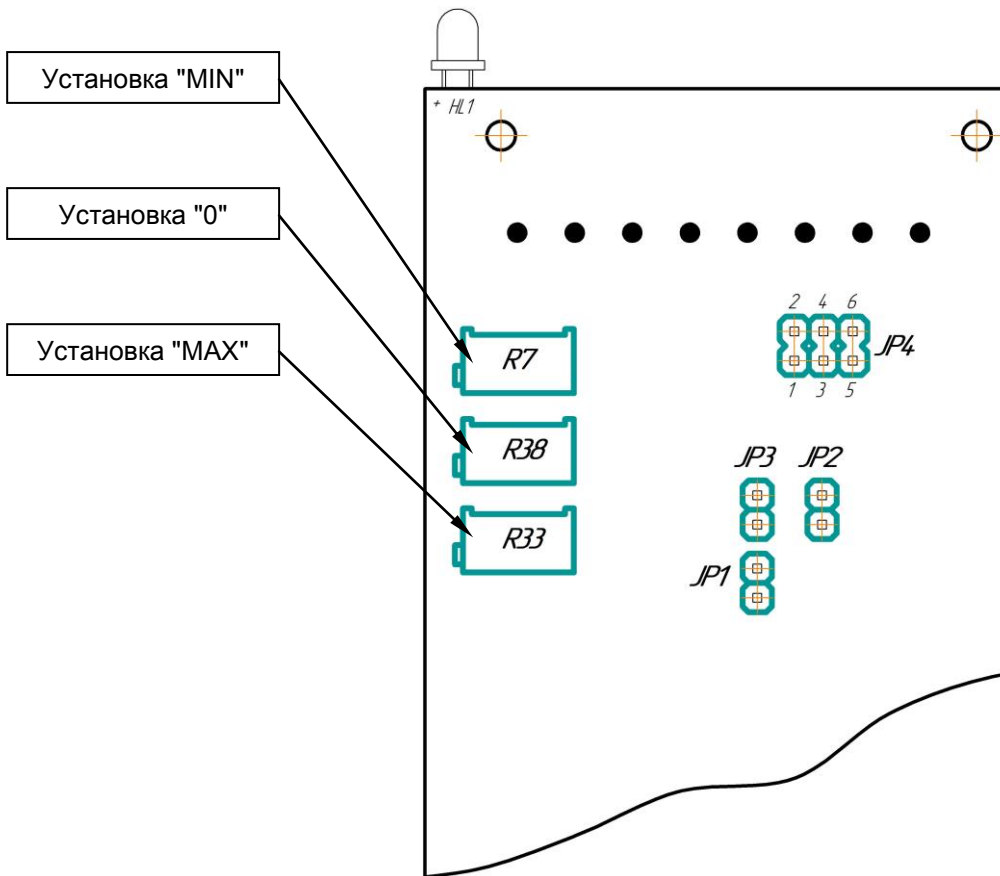

Рисунок 5.1 – Схема расположения органов регулирования и элементов перестройки ППМ-2
5.2.2.1 Установите при помощи перемычки JP2 (см. табл. 5.1 и рис. 5.1) необходимую конфигурацию профильного кулачка МЭО.
5.2.2.2 Перемычками JP3 и JP4 (рис. 5.1) согласно таблице 5.2 установите необходимый тип выходного сигнала.